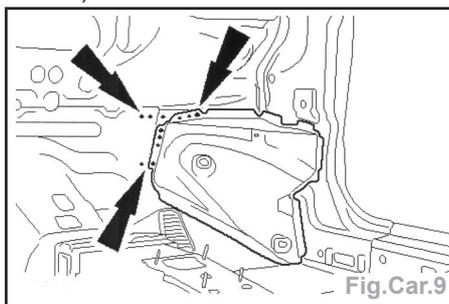

Fig.Car.9
- Fraiser les points (flèches) de soudure (2 épaisseurs) du renfort de tablier (Fig.Car.9).